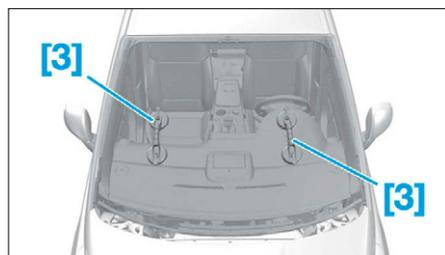

FIG. 6
- [3]. Ventouse à fil (Fig.6).
- Déposer le pare-brise avec les double ventouse [3] (Fig.6).